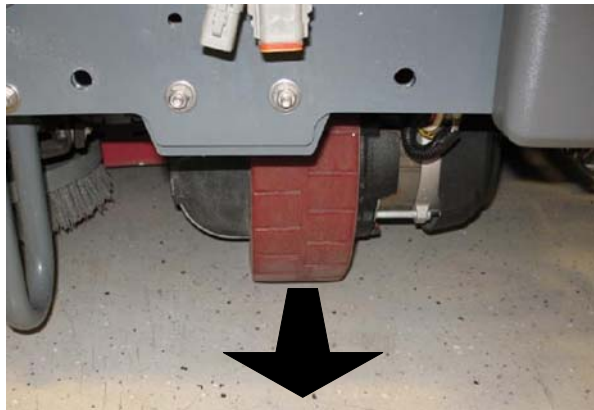

FIG. 42
16. Enderece la rueda delantera para que apunte hacia delante. (Fig. 42)